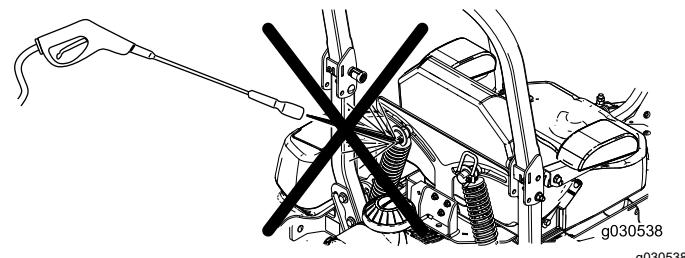

Figure 111
**Remarque:** Ne nettoyez pas les amortisseurs au jet d'eau sous pression (Figure 111).